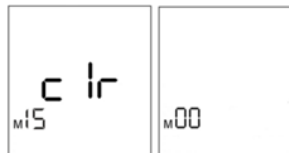

Fig. 11: Suppression des mesures
2. Attendez que l'écran affiche [c Ir] en clignotant. (Fig. 11).
⇒ Un signal sonore retentit et l'écran indique [c Ir] en permanence (Fig. 11)).
⇒ Le signal sonore retentit 3 fois et l'écran indique [M00] (voir Fig. 11).